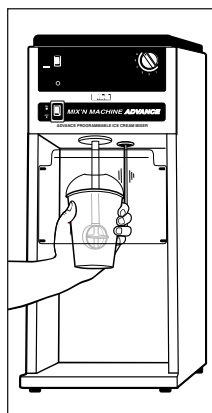

Figura 3
• **Pentru modelul Mix'n Machine Advance Programmable:** Apăsăți întrerupătorul general ON/OFF (I/O) în poziția ON. Activați un program prin selectarea reglării dorite de pe selector. În timp ce țineți recipientul cu o mână, utilizați-vă degetele pentru a împinge comutatorul START (amplasat în spatele paletelor de amestecare) pentru a activa un ciclu de amestecare programat. Consultați Figura 3.
• **Pentru modelul Mix'n Machine Advance Timer:** Apăsăți întrerupătorul general ON/OFF (I/O) în poziția ON. În timp ce țineți recipientul cu o mână, utilizați-vă degetele pentru a împinge comutatorul de pornire (amplasat în spatele paletelor de amestecare) pentru a activa un ciclu de amestecare temporizat prestabilit. Consultați Figura 3.